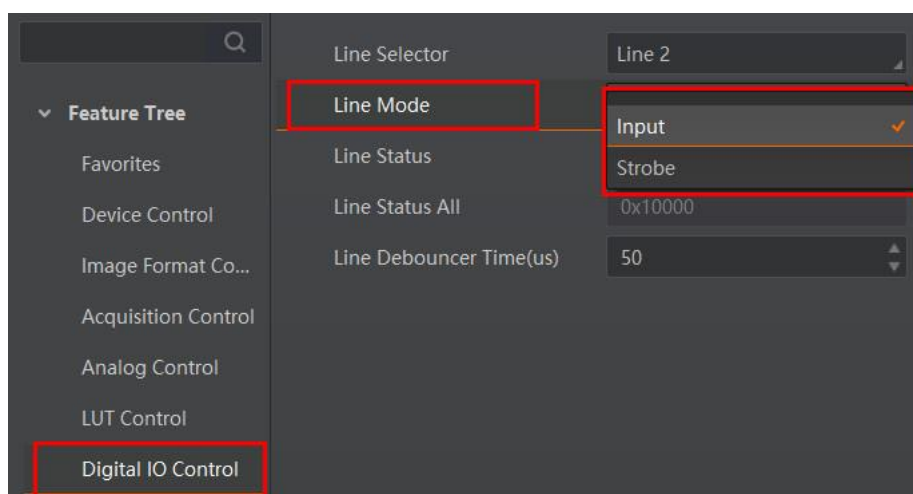

图8-5 Line 2 设置为输入信号
2. *Line Mode* 下拉选择 *Input*，如图8-5所示。